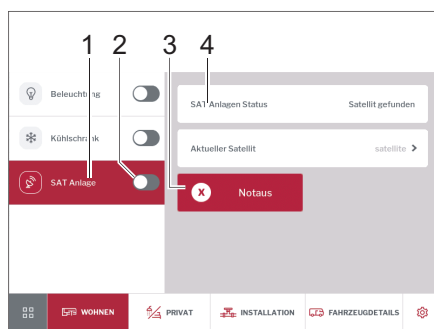

Fig. 283 Antenne parabolique
- Activer ou désactiver l'antenne parabolique à l'aide de l'interrupteur coulissant (Fig. 283,2).
- Appuyer sur la touche *Installation SAT* (Fig. 283,1). Le satellite sélectionné s'affiche (Fig. 283,4).
- Appuyer sur la touche *Arrêt d'urgence* (Fig. 283,3) lorsque l'antenne rencontre un obstacle.